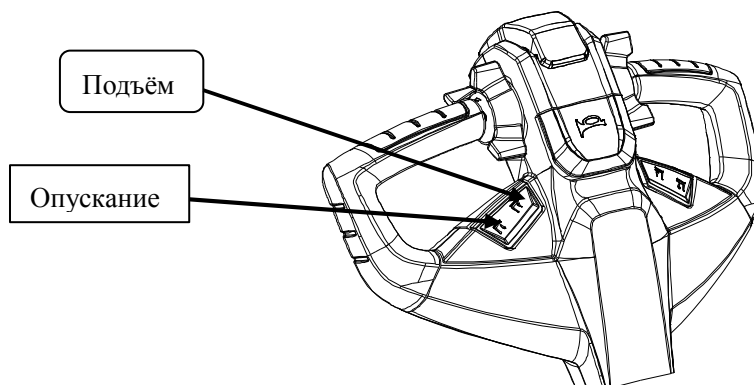

Рис. 1
- Нажмите на кнопку подъёма вил (см. рисунок 1).